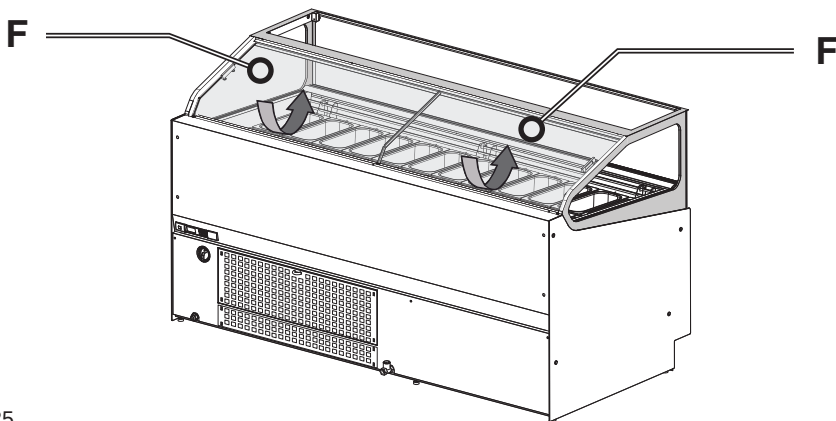

Fig.25
- Infilare gli scorrevoli (Fig.25 pos.F) se previsti. Lo scorrevole inferiore va posizionato a sinistra, il superiore a destra.